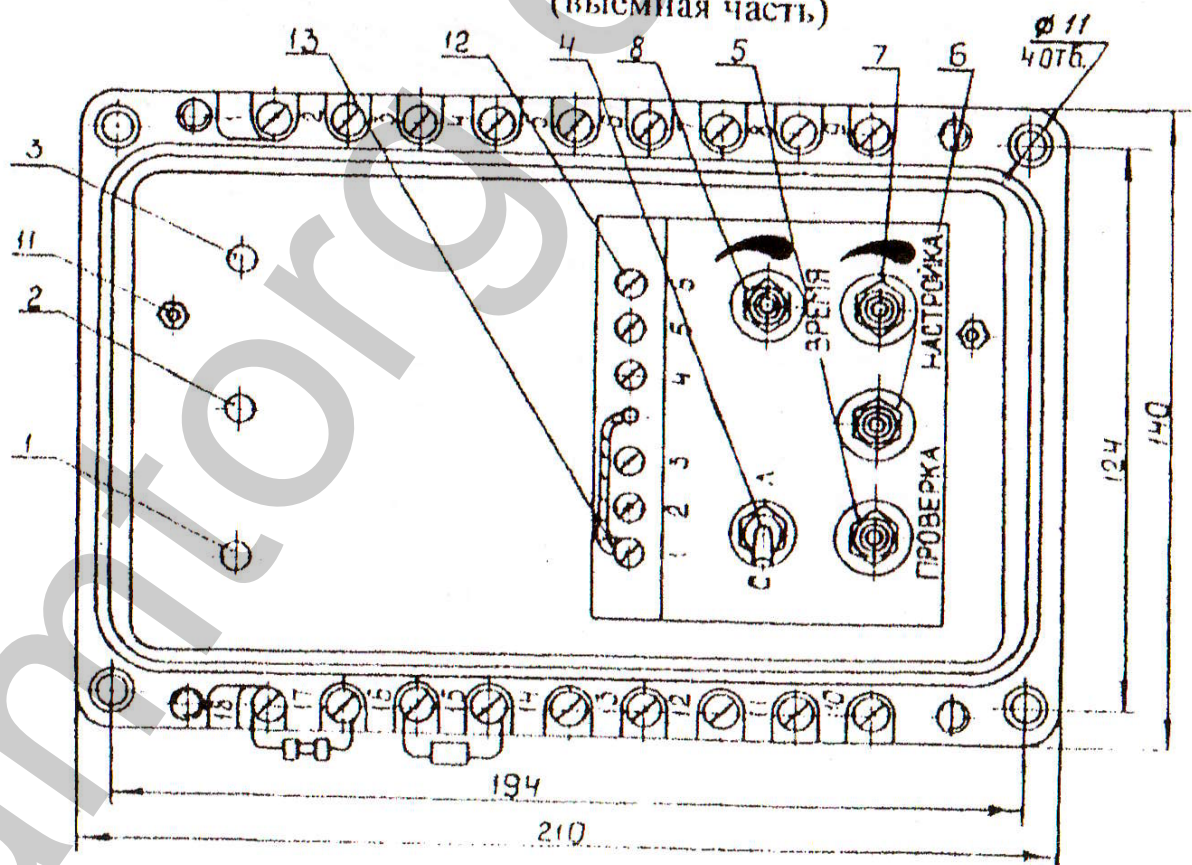

Рис. 3
9.2.1 Подготовить аппарат КС к работе. Тумблер 4 аппарата КС (рис. 3) установить в положение "С" (скребковый). Лепесток 13 установить в положение 6. Ось переменного резистора 7 "настройка" повернуть в крайнее по часовой стрелке положение, ось переменного резистора 8 "время" повернуть в крайнее против часовой стрелки положение, что соответствует минимальной выдержке времени на отключение.